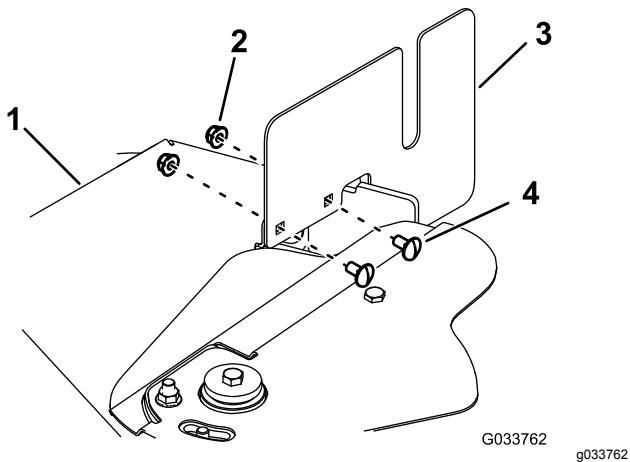

Figure 63
3. Retirez les 4 boulons de carrosserie et les 4 écrous qui fixent les 2 couvercles latéraux aux couvercles de courroie (Figure 63).
10. Montez les 2 couvercles latéraux sur les couvercles de courroie au moyen des 4 boulons de carrosserie et 4 écrous (Figure 63).